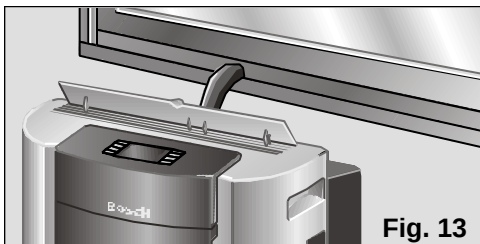

Fig. 13
- ☐ Faire que le tuyau passe au travers d'une porte ou d'une fenêtre entrouverte, **Fig. 13**.